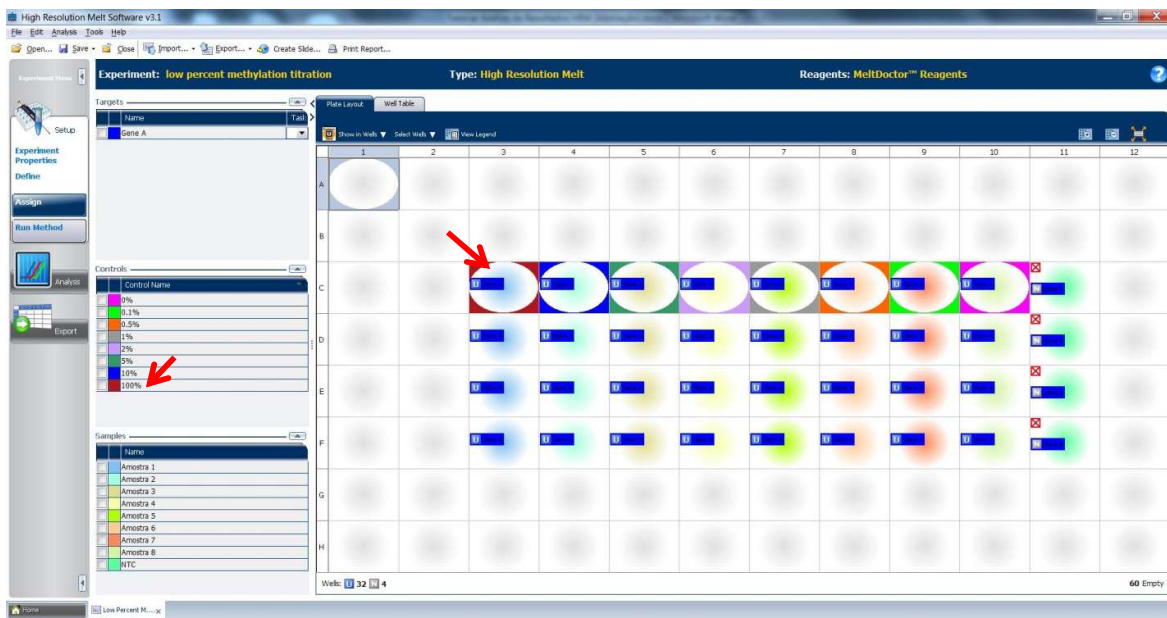

Fig. 3b
Essa janela já estará preenchida com as informações (layout da placa) colocadas no software do instrumento em que o experimento foi corrido (Fig. 3b). Para localizar os controles na placa:
1. Selecione o poço em que o controle foi pipetado (ex. Poço C3) e clique em *assign* para o nome do controle (ex. 100%) (Fig. 3b). Caso necessário, repita para os outros controles